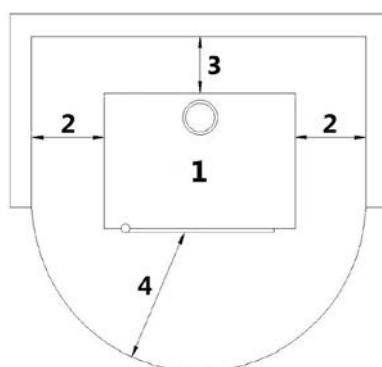

Fig. 24 - Instalación genérica
LEYENDA	Fig. 24
- Es aconsejable instalar la estufa despegada de eventuales muros y/o muebles, con una vuelta del aire mínima de 300 mm a los lados, 200 mm al retro, para permitir un enfriamiento eficaz del aparato y una buena distribución del calor en el ambiente (véase **Fig. 24**).
- Para las normas de seguridad antiincendios las distancias de objetos inflamables o sensibles al calor (sofá, muebles, revestimientos de madera etc...) deben ser respetadas como indicado en **Fig. 24**.
- Si las paredes son hechas de material inflamable, hay que verificar las distancias de seguridad (véase **Fig. 24**).